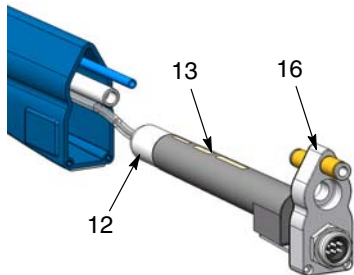

Figura 28 Remoção do multiplicador para fora do alojamento
2. Consulte a figura 28. Puxe o poço de calor (16) para fora do alojamento, com o multiplicador (13) ligado.